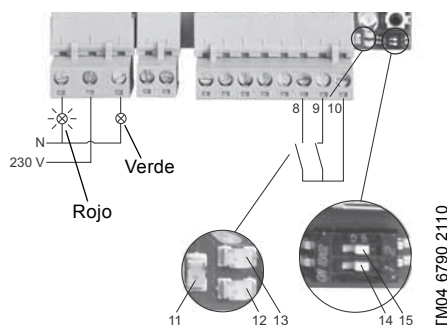

Fig. 10 Detección del rebose
Ver fig. 10.
El indicador luminoso verde que indica un funcionamiento normal está apagado. El LED1 (pos. 11) parpadea. El número de parpadeos indica la alarma actual. Ver sección 7.1.1 Alarmas y avisos del sistema y fig. 10.